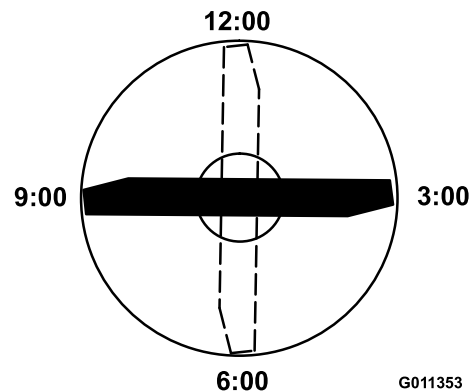

Figure 98
4. Positionnez le tranchant de l'extrémité repérée à la position 12 heures (droit devant dans la direction de la tonte) (Figure 98) et mesurez la hauteur de la surface plane au tranchant de la lame.
5. Tournez l'extrémité repérée de la lame aux positions 3 et 9 heures (Figure 98) et mesurez les hauteurs respectives.